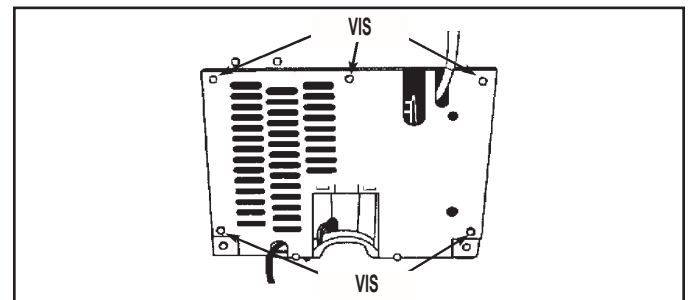

FIGURE 3
1. Retirer le panneau arrière. Voir la Figure 3 pour connaître les cinq (5) emplacements des vis. Retirer l'ancien panneau arrière du tube de vidange, le jeter, mais conserver les vis. Pour les modèles avec panneau arrière en carton, jeter le vieux panneau et utiliser le nouveau panneau fourni. Pour les modèles avec un panneau arrière en plastique, conserver le panneau arrière en plastique et jeter le nouveau panneau arrière en carton fourni.
12. Fixer le panneau arrière avec les vis d'origine. Voir *Figure 3*.